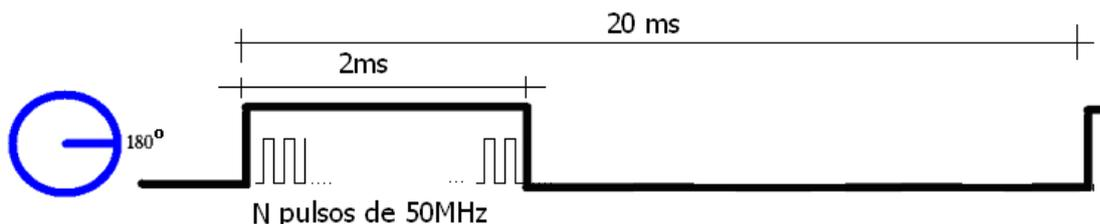

Figura 3 Exemplo de operação do contador decrescente na geração de pulso de 2ms.
A operação do contador é ilustrada pela Figura 3.
- Sua entrada clock deve ser alimentada com o sinal de 20ms (Figura 3) gerado no 1º passo.
- Sua entrada clear deve receber o pulso cout **invertido** para zerar a saída Q deste FF quando a contagem do contador do 5º passo tiver sido concluída. Dessa forma, é gerado um pulso como o ilustrado na Figura 3.